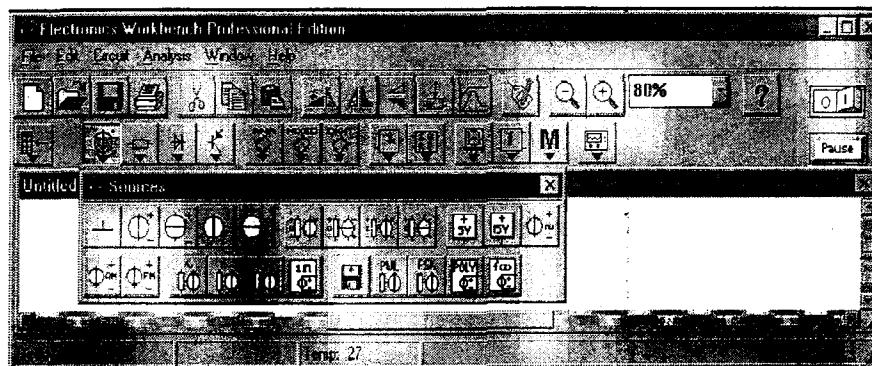

Рис. 1.1
Робоче вікно програми *EWB* (версії 5.12) показано на рис. 1.1.
Компонентами програми вважають моделі елементів електричних кіл та електронних пристройів. Для операцій з ними виділено панель піктограм компонент (рис. 1.1). Якщо затримати курсор “мишки” на одній із чотирнадцяти піктограм, з’являється назва з найменуванням поля компонент, а кладання “мишки” на її зображені відкриває поле компонент *Sources* (джерела) також зображене на рис.1.1.
**Sources** — поле компонент, у якому зібрано такі компоненти, як “заземлення” та джерела живлення (рис. 1.1).
До полюсів компонент можна приєднати тільки один провідник. Для приєднання інших провідників можна скористатись компонентою вузла [•], що знаходиться в полі компонент *Basic* (див. рис.1.1). Вузол за допомогою “мишки” перемішують до місця з’єднання. Якщо вузол з’єднується з провідником, він повністю забарвлюється в червоний колір, а потім (після фіксації) – в чорний. Якщо є видимі сліди від провідника, то електричного з’єднання вузла й провідника несталося і потрібно все повторити. Після вдалого встановлення вузла до нього можна приєднати ще два провідники.